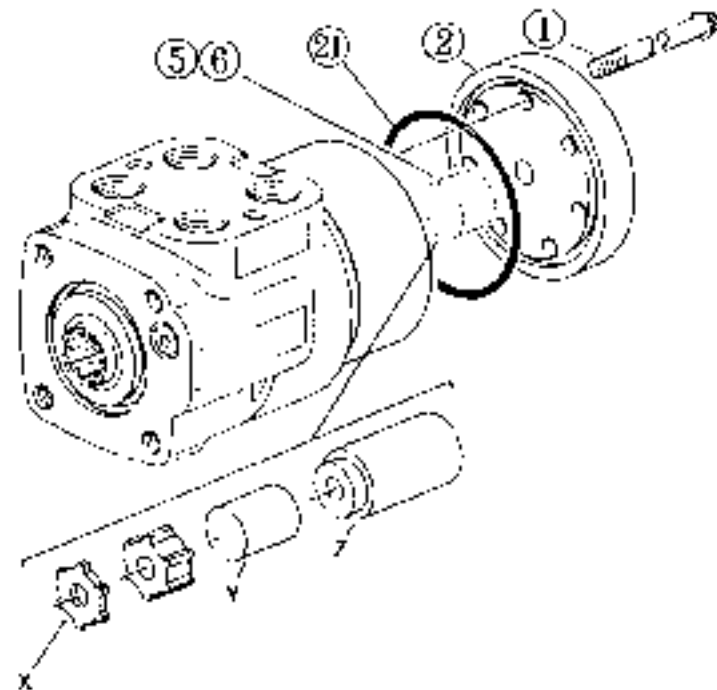
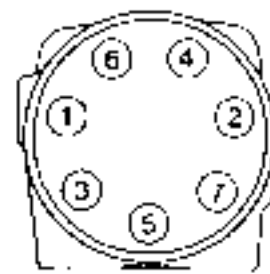

Fig. 24
Fig. 25
22. Insert spacers (5), (6) in rotor set (4). The combination of the spacers are as shown in Fig. 24.
23. Put end cap (2) on rotor set (4), and align the threaded holes.
24. Oil the threads of bolts (1) and screw them into end cap (2). First tighten all the seven bolts to 1.5 kg.m (10.8 ft-lb) or so, and then, tighten them to 2.6 to 2.9 kg.m (18.8 - 21.0 ft-lb) in the sequence shown in Fig. 25.
22. ロータセット(4)内へスペーサ(5)、(6)を入れる。スペーサの組合せはFig. 24の通りです。
24. ボルト(1)のネジ山に油をつけ、エンドキャップ(2)にはめる。予め1.5 kg・m程度のトルクでボルト7本を締め、その後、Fig. 25の締め付け順で2.6～2.9 kg・mまで締め付ける。